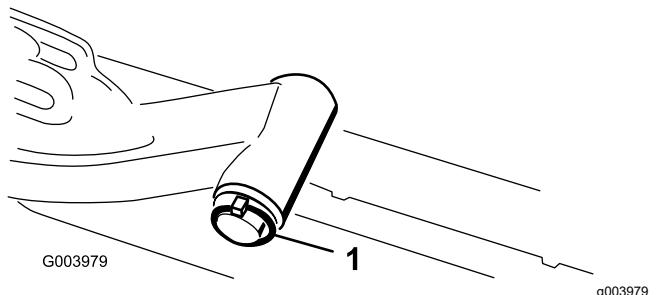

Bild 11
3. Setzen Sie die Hubarmwelle in den Hubarm ein und befestigen Sie sie mit der Scheibe und dem Klappstecker (Bild 11).
1. Nehmen Sie den Klappstecker und die Scheibe ab, mit denen die Gelenkwelle des Hubarms am Hubarm befestigt ist. Schieben Sie die Gelenkwelle des Hubarms aus dem Hubarm (Bild 11).